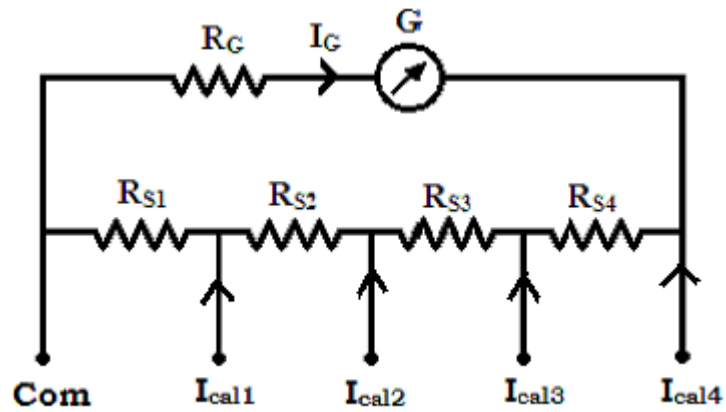

Figure 4.2 : Ampèremètre à shunt universel
- ✚ Ampèremètre à shunt universel (figure 4.2)